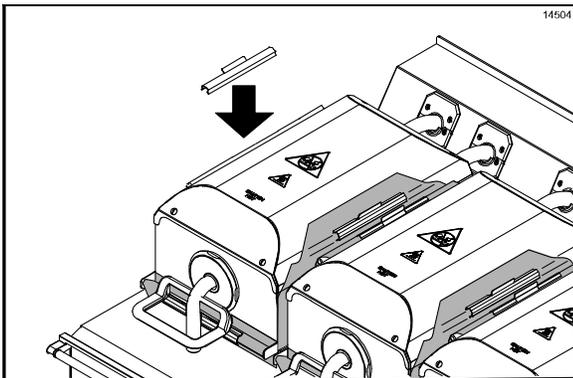

Figura 116
7. Vuelva a instalar todas las hojas de material antiadherente. (Vea la figura 116.)